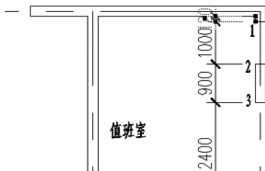

图 3.59 在无命令的状态下选中120尺寸线
观察图3.59,在前面所标注出的值班室的内部尺寸中,门垛宽度的尺寸标注“120”的文字位置不合适,现在来调整标注文字的位置。
(1) 在命令行无命令的状态下选中120尺寸标注,如图3.59所示,将出现5个蓝色的夹点,其中有一个夹点位于“120”文字上,该夹点是控制“120”文字位置的夹点。